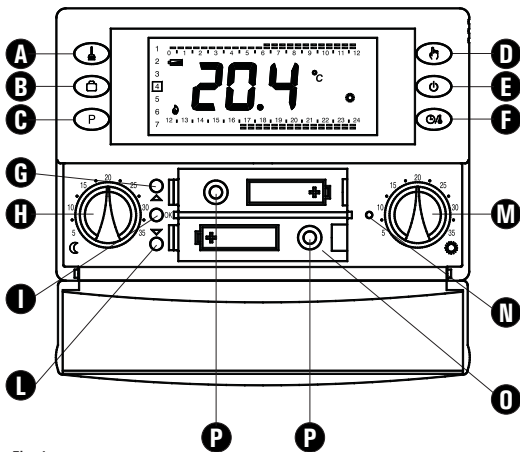

Fig. 1
- Inserire le batterie nel vano batterie (0 di Fig. 1); vedi paragrafo 'INSERIMENTO/SOSTITUZIONE BATTERIE'.
1. **Aprire lo sportellino che dà accesso al vano pile (Fig. 1).**
4. **Solo nel caso in cui il cronotermostato non risponda correttamente eseguire un reset tramite il tasto indicato in N di Fig. 1; **NON USARE AGHI O STRUMENTI CHE POSSANO DANNEGGIARE IRREPARABILMENTE IL CRONOTERMOSTATO.****